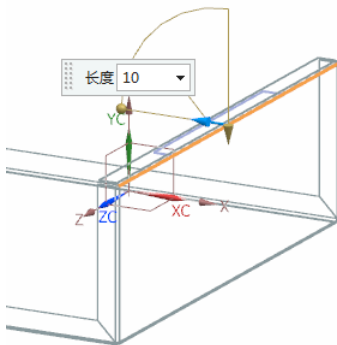

图 6-85 选择弯边
(5) 选择弯边,同时在视图区预览显示所创建的弯边,如图 6-85 所示。